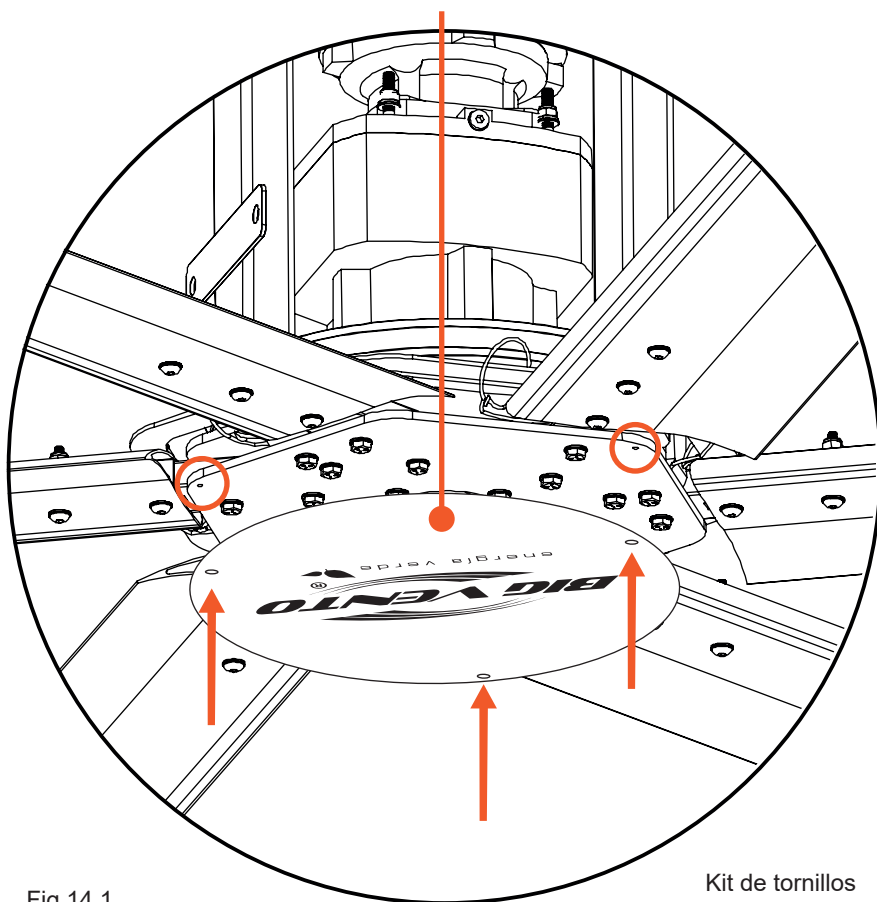

Fig 14.1
14.1 Colocar primero los bujes alineando los barrenos con los barrenos de la placa, a continuación la placa de logotipo SUPER 6, después colocar las rondanas planas y finalmente el kit de tornillos NO.12 como se muestra en la Fig. 14.1